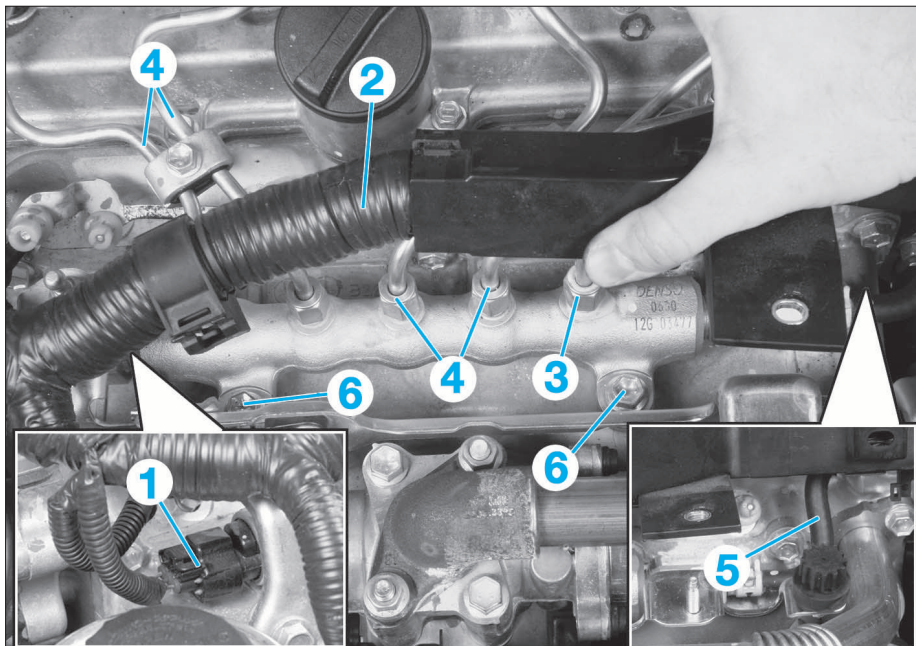

FIG. 45
- Débrancher le connecteur (1) du capteur de pression (fig. 45).
- Mettre de côté le faisceau moteur (2).
- le tuyau haute pression de pompe d'injection-rampe (3).